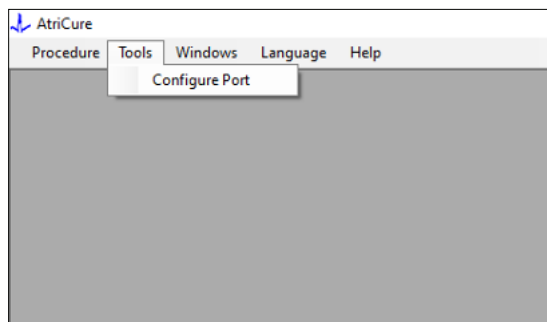
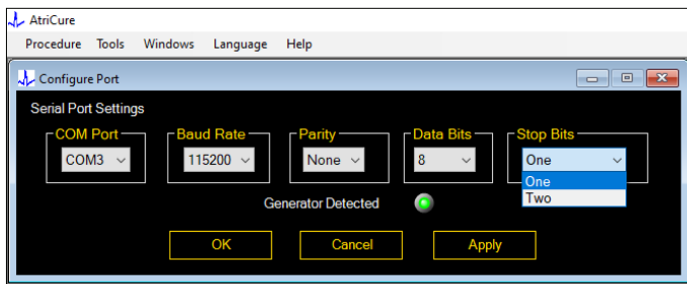

Figura 8: Opción para configurar los ajustes del puerto de comunicación en el software
Figura 9: Opciones para configurar el puerto de comunicación en el software
2. Al seleccionar Herramientas > Configurar puerto, se abre la siguiente ventana (consulte **Figura 8** y **Figura 9**):